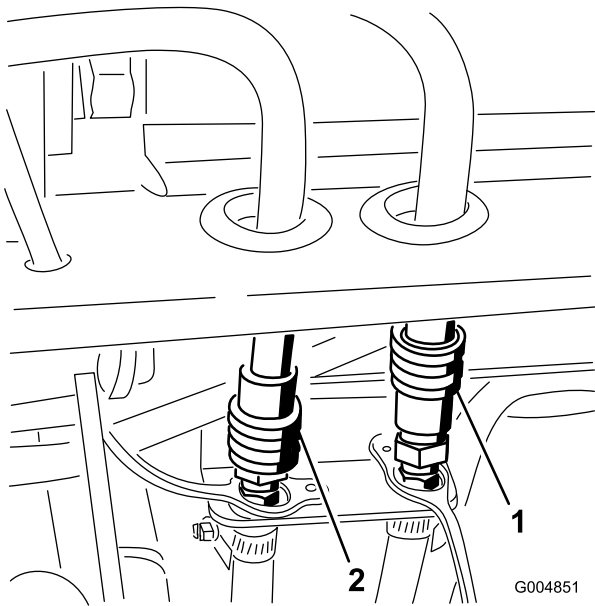

Figura 77
23. Desconecte las mangueras con acoplamiento rápido de presión y retorno de la cabina (Figura 77).